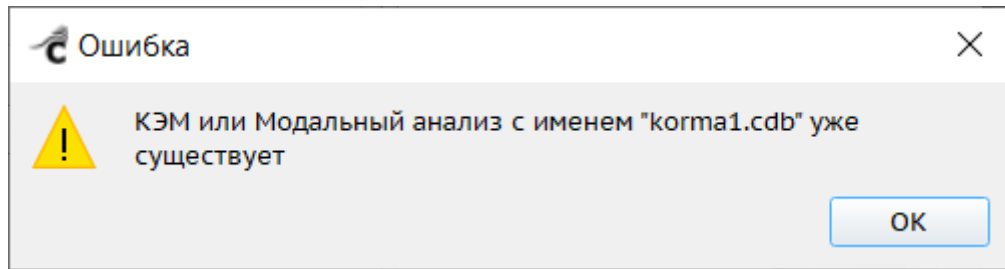

Рисунок 366 – Сообщение «КЭМ или Модальный анализ с именем <...> уже существует»
- «Имя КЭМ» – по умолчанию в поле задано имя родительской КЭМ, однако при необходимости его можно изменить. Новое имя должно быть уникальным для текущего проекта. Если введенное имя совпадает с именем уже существующих в текущем проекте другой КЭМ или карточки «Модальный анализ», при попытке сохранить настройки отобразится соответствующее уведомление (Рисунок 366) и сохранение не будет выполнено;